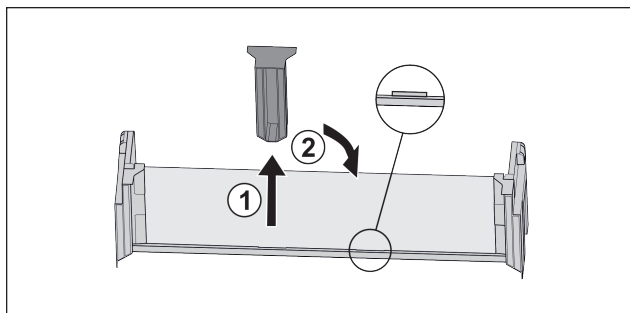

Fig. 19
- ▶ Stáhněte prostřední přídržný díl Fig. 19 (1).
- ▶ Vložte prostřední přídržný díl do druhé polohy Fig. 19 (2).